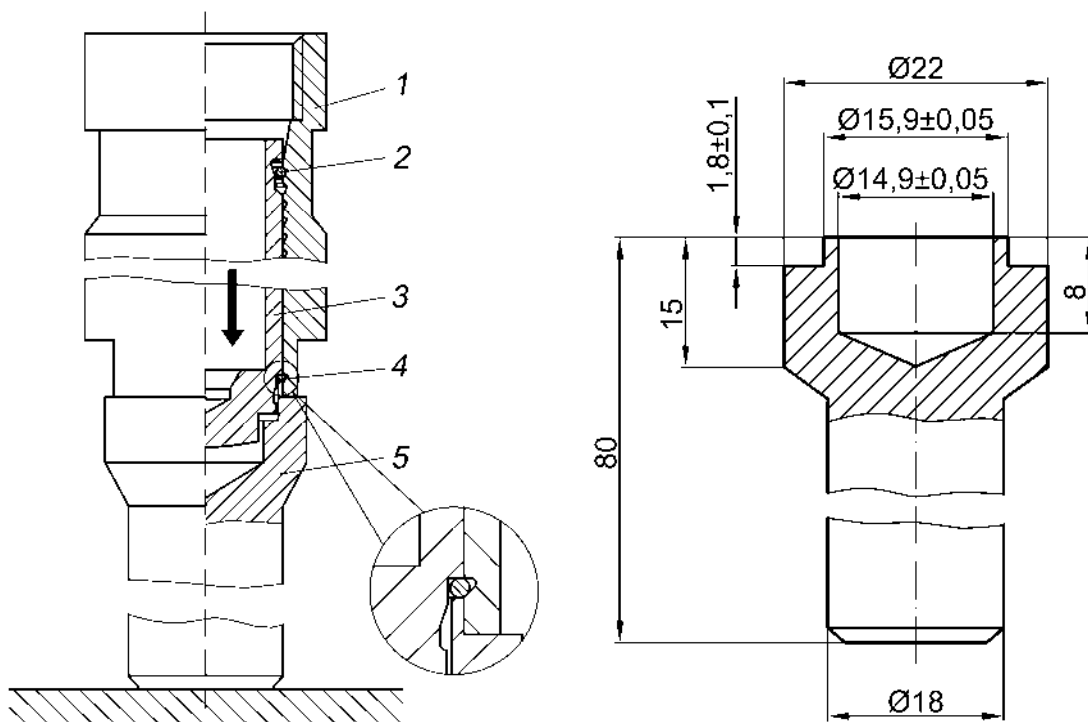

Abb. 86. Montage des hydraulischen Spanners mit einem Dorn:
- auf dem vertikal befestigten Dorn 5 (Abb. 86) den Körper der Führung montieren Spanner 1;